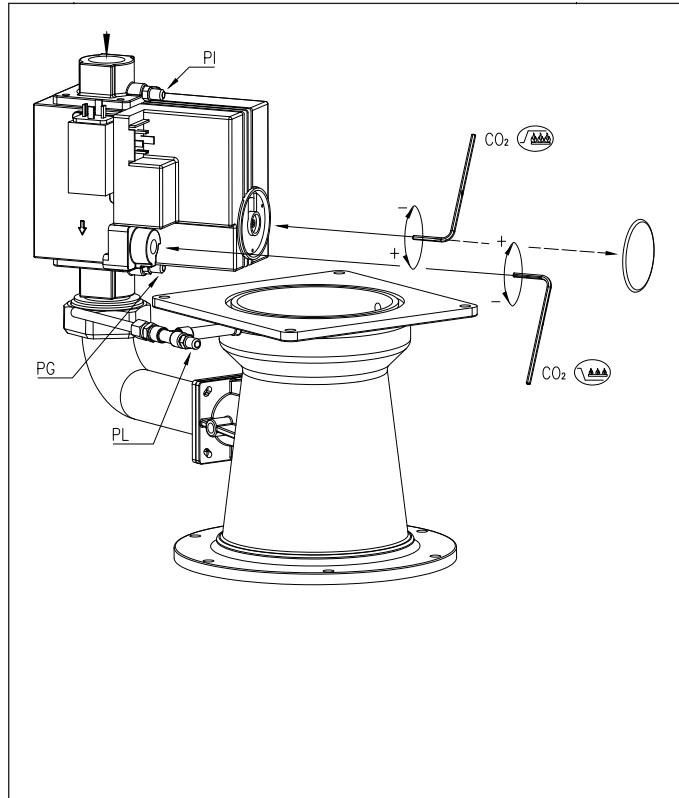
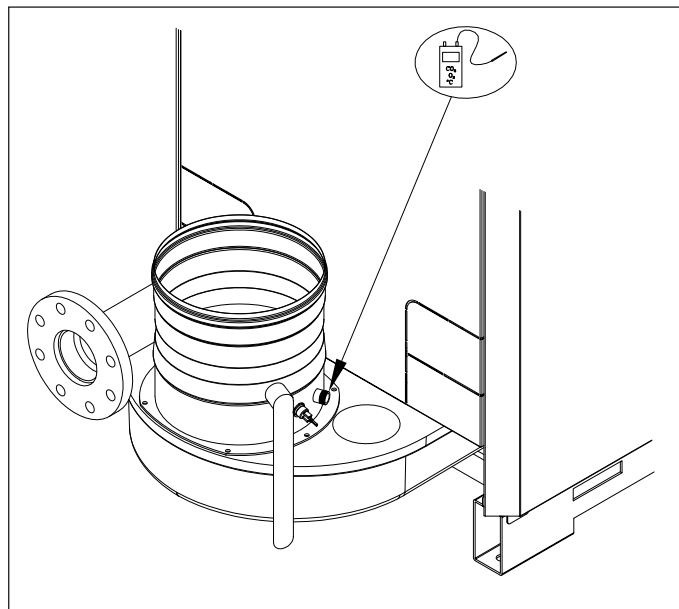

fig. 20 Points de réglage du multibloc gaz
fig. 21 Point de mesure des gaz de fumée
11. Vérifiez la pression d'admission du gaz PI (voir fig. 20).
- 17.a Vérifiez le réglage du rapport gaz/ air et, au besoin, corrigez-le. Le contrôle s'effectue à grande et à petite allure, tandis que le réglage n'a lieu que sur le multibloc gaz. Pour le contrôle et le réglage, vous devez disposer d'un compteur CO₂ électronique (sur la base de O₂) et d'un manomètre gaz. Veillez à bien fermer l'ouverture (voir fig. 21) autour de la sonde pendant la mesure. Branchez le manomètre gaz entre le point de mesure PG sous le multibloc gaz et le point de mesure PL sur le venturi (voir fig. 20).
- 17.d Mesurez ensuite le pourcentage de CO₂ et comparez-le à la valeur du *tableau 08*. Si les valeurs dépassent les limites indiquées, corrigez-les suivant la fig. 20.